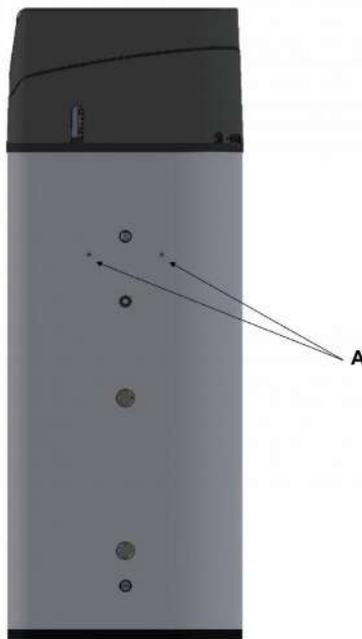

Fig. 6
- L'unità TERMODINAMICO è dotata di una maniglia per facilitare il trasporto. La maniglia è fornita smontata: in caso di bisogno essa deve essere fissata con due viti M8 ai due inserti filettati (A Fig. 6).